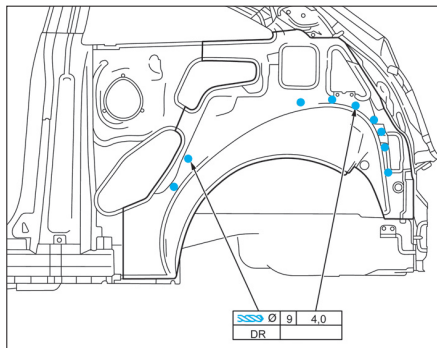

FIG. 84
- Percer la doublure d'aile arrière neuve (Fig.84).